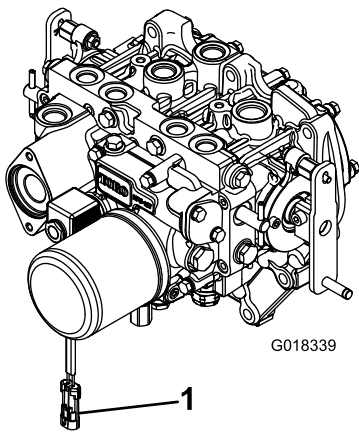

图3
2. 将线束接头从 PTO 螺线圈阀门线圈连接器断开 图3。
- 8. 在将驱动轴的另一端连接到附件齿轮箱轴上之后应将线束接头连接至 PTO 螺线圈阀门线圈连接器图3。